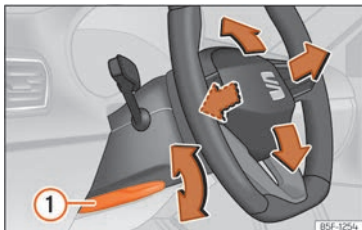

Fig. 62 Maneta din partea stângă jos a coloanei de direcție.
• Trageți maneta »» **fig. 62 ①** în jos, aduceți volanul în poziția dorită și ridicați la loc maneta până când se blochează.
• După ce ați reglat coloana de direcție, împingeți maneta »» **fig. 62 ①** ferm în sus pentru a vă asigura că poziția volanului nu se modifică în timpul deplasării.